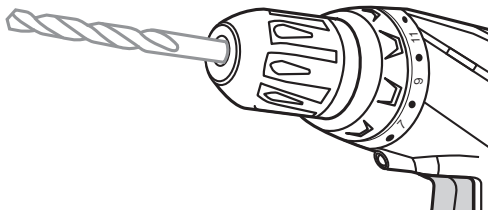

Abb. 6
3. Drehen Sie das Bohrfutter (2) wie gezeigt, um die Werkzeugaufnahme (1) zu schließen und den Bohrer zu sichern (Abb. 6).